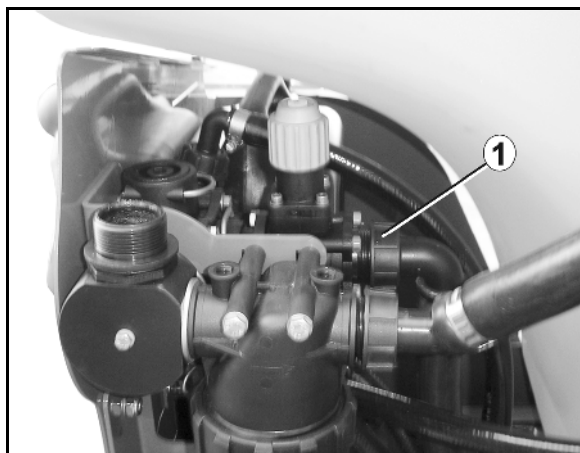

Fig. 154
1. Aflojar la sobretuerca de racor (Fig. 154/1).